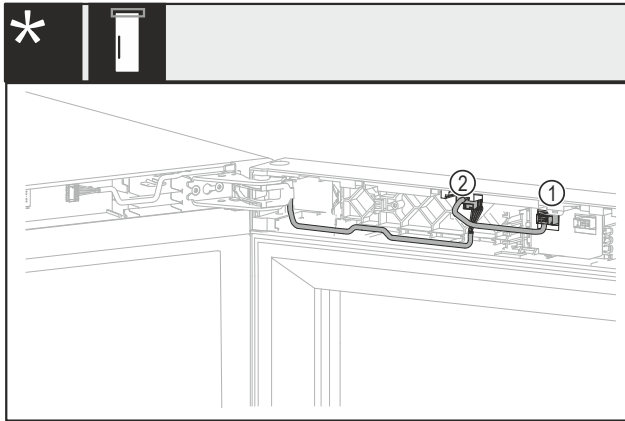

Fig. 8 Pa bravë ose me bravë mekanike
- Tërhiqni jashtë spinën Fig. 8 (1).
- Tërhiqni jashtë spinën Fig. 8 (2).